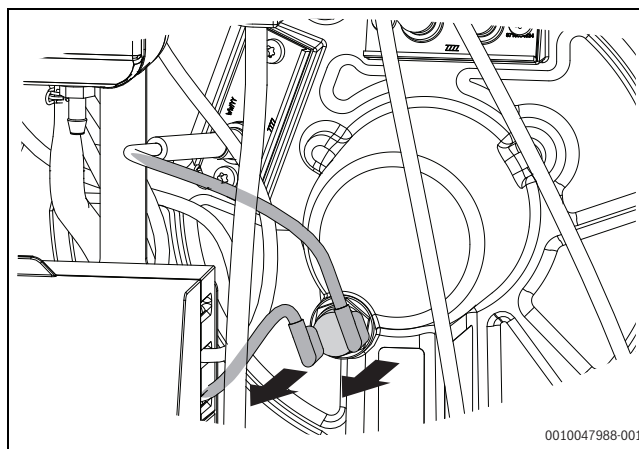

Bild 73 Stecker am Temperaturwächter abziehen
- ▶ Stecker am Temperaturwächter abziehen (→ Bild 73)